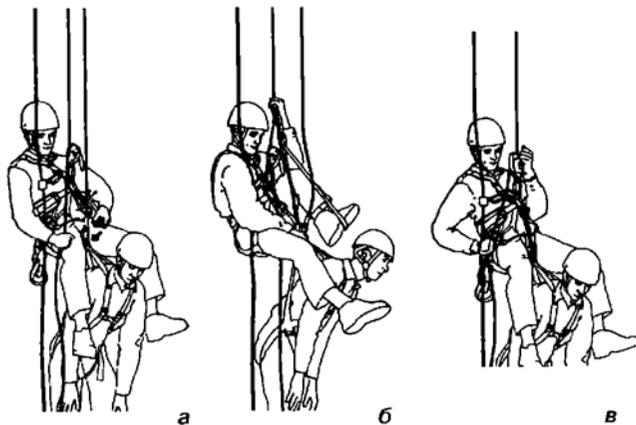

Рис. 9. Освобождение пострадавшего от зависания
При невозможности освобождения необходимо (рис. 9):
- пристегнуть пострадавшего (см. рис. 9, а) к отдельной веревке (своему спусковому устройству);
- приподнять пострадавшего с помощью налаженного полиспаста (см. рис. 9, б);
- продолжить спуск с пострадавшим (см. рис. 9, в).